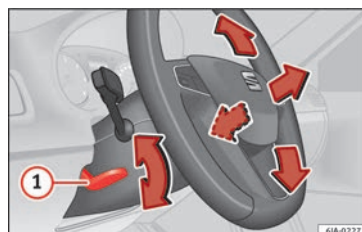

Fig. 14 Levier sur la partie inférieure latérale gauche de la colonne de direction.
Régler la position du volant : tirez le levier » » **fig. 14** ① jusqu'en bas, déplacez le volant